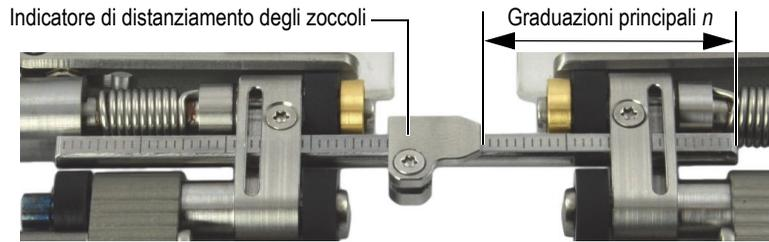

Figura 2-25 Posizionamento dell'indicatore di distanziamento degli zoccoli
3. Fare scorrere gli indicatori di distanziamento degli zoccoli sulle barre trasversali per allineare il lato destro dell'indicatore con la graduazione principale (n) richiesta, partendo dall'estremità destra della barra trasversale (vedere Figura 2-25 a pagina 55).